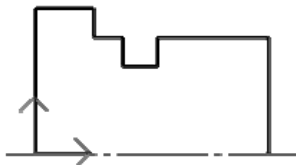

图 4-85 绘制直线
3) 系统提示：第一点（切点，垂足点），要求输入直线的第一点，输入坐标（0，0），系统提示输入第二点，连续输入坐标为（0，25），（10，25），（15，20），（15，15），（20，15），（20，20），（40，20），（40，0），单击鼠标右键完成直线绘制，如图 4-85 所示。